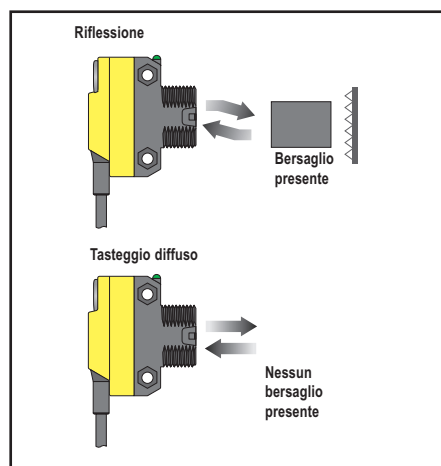

Figura 2. Condizione buio
- SET luce e SET buio: una singola soglia di commutazione, con scostamento rispetto a una singola condizione di rilevamento (la condizione "buio" o "luce"; vedere Figura 2)